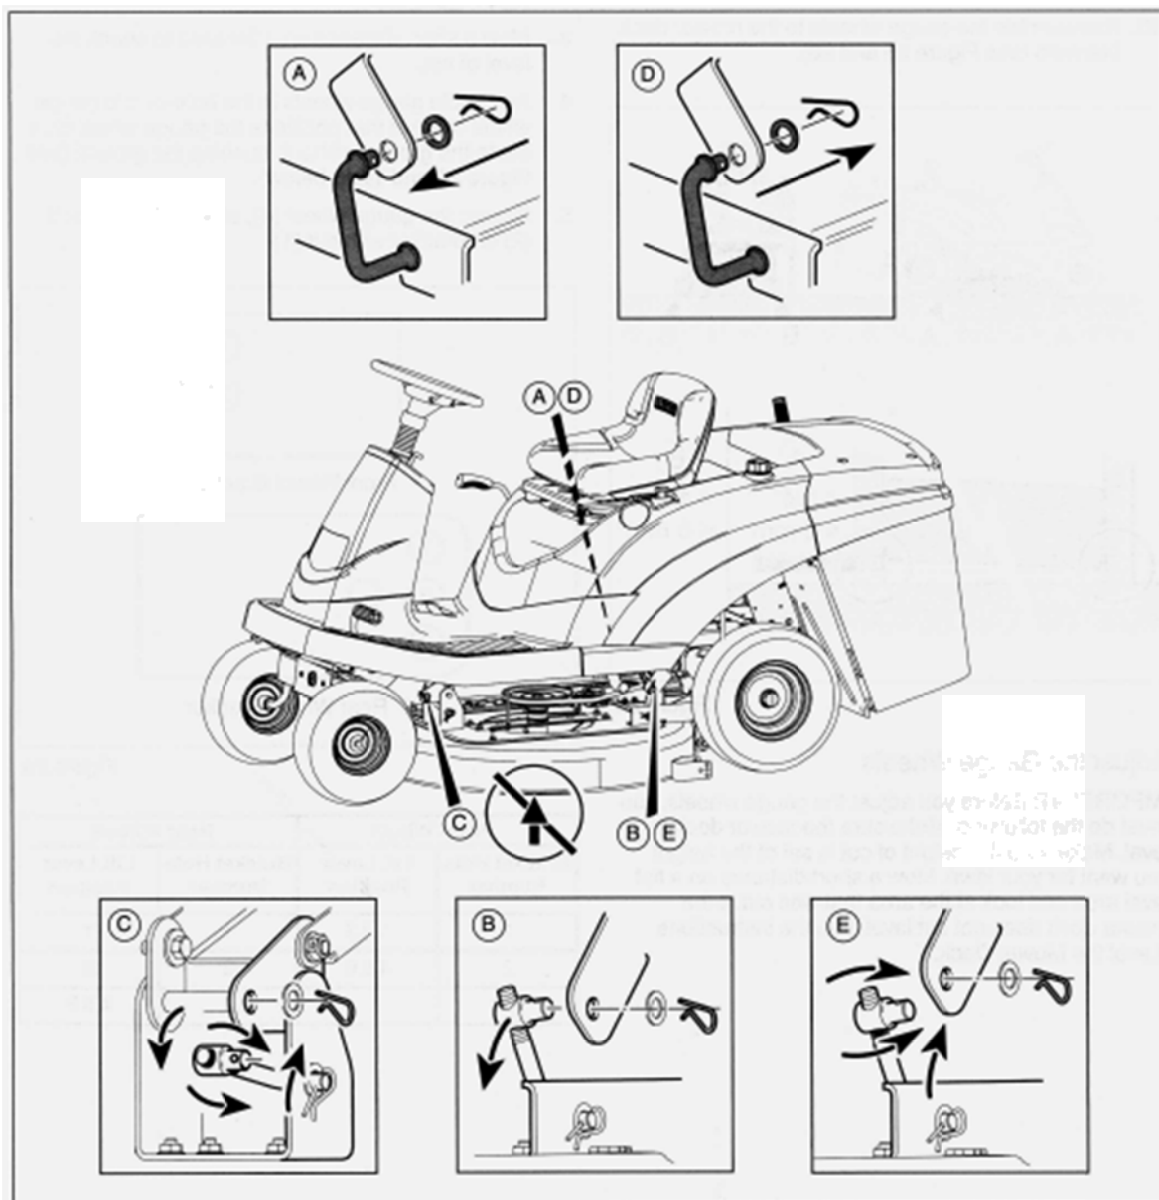

Рис. 26
5. Отсоедините продольные тяги на задней части деки (см. рис. 26, А, В).
7. Снимите шплинт и регулировочную гайку с переднего кронштейна (см. рис. 26, С).
10. Подсоедините задние продольные тяги (см. рис. 26, С, D).